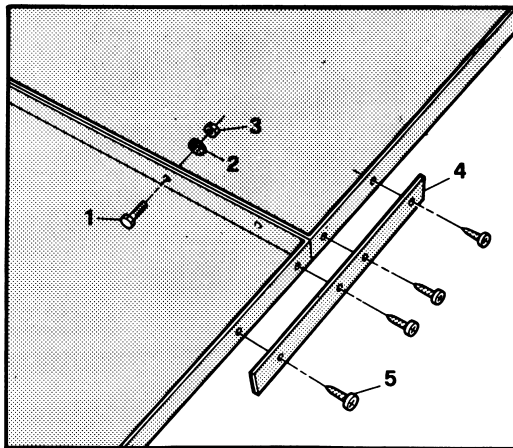

Рис. 9
4.05 (Рис. 9) Соединить боковые панели при помощи винтов 1, шайб 2 и гаек 3, укрепляя нижнюю часть деталями 4, прикрепленными винтами 5.